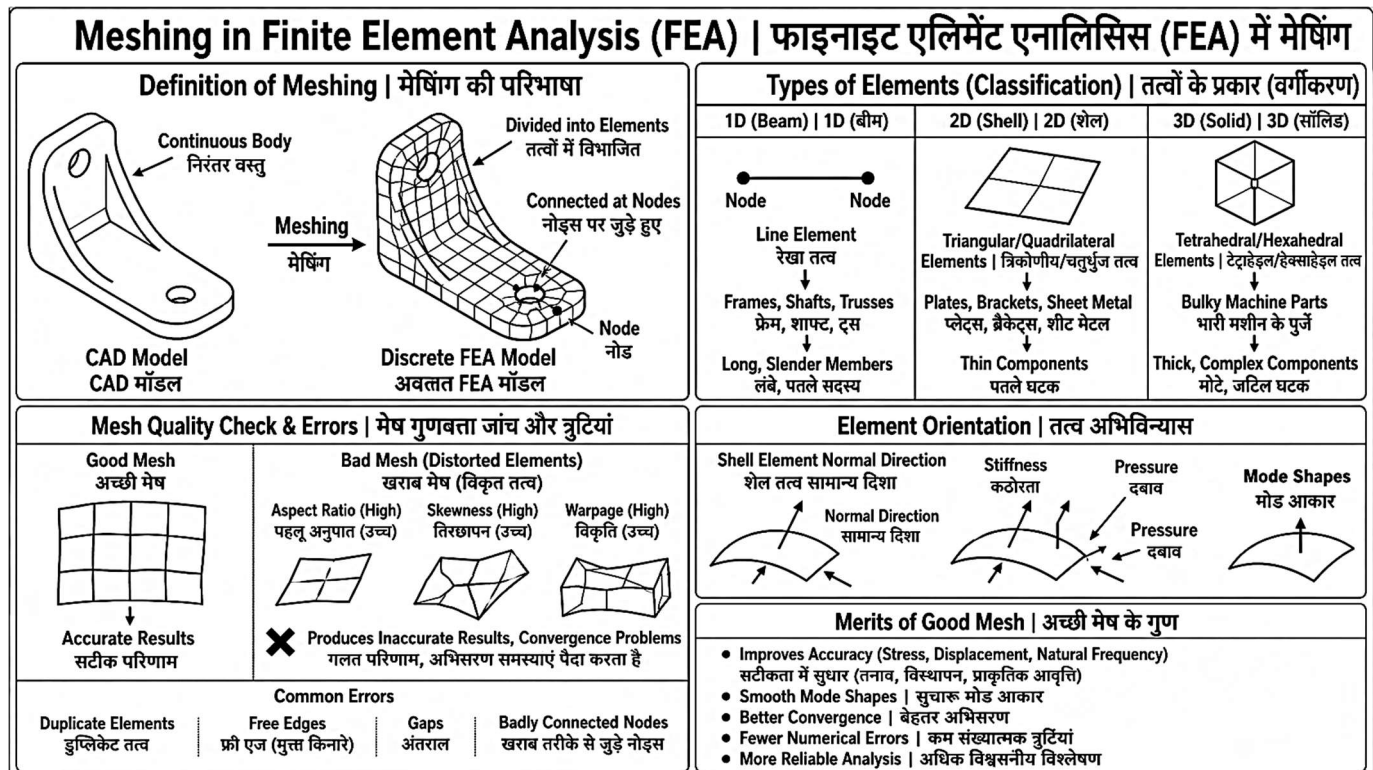

Fig. 2.5: Meshing in Finite Element Analysis (FEA) | फाइनाइट एलिमेंट एनालिसिस (FEA) में मेशिंग
2.5.1 Definition of Meshing (Fig. 2.5)
2.5.1 मेशिंग की परिभाषा (Fig. 2.5)